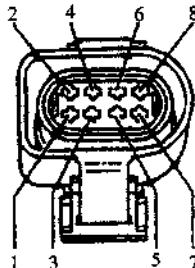

图 2.10 节气门控制部件的八针插头
① 连接故障诊断仪 V.A.G1551，打开点火开关，然后用“地址码”01 选择发动机电子控制单元。此时，发动机必须怠速运转。这时，显示屏上的显示为：
② 按“0”和“8”键，选定“读取测量数据组”，并按“Q”键来确认。显示屏上的显示为：
③ 按“0”、“9”和“8”键，选定“分组编号 98”，并按“Q”键确认。显示屏上显示为：
④ 检查显示区域 3 中的运行状态显示，显示为“怠速”。慢慢打开节气门，在怠速运转后达到一个极限点。如果节气门进一步打开，显示必须跳到部分负荷，显示为“部分负荷”。如果没有显示怠速，故障原因是怠速开关与接地线短路；如果没有显示部分负荷，故障原因是怠速开关与正极断路或短路。
⑤ 显示“部分负荷”后，继续进行以下检查。如图 2.10 所示，拔下节气门控制部件的八针插头。用测试辅助导线 V.A.G1594 将插头的触点 3 和 7 跨接，并观察显示屏上的插头
④ 检查显示区域3中，冷却液温度是否超过85℃，冷却液温度达到要求后，转换到“显示组98”。
⑤ 按“C”键，显示屏上的显示与第②步的相同。按“0”、“9”和“8”键，选定“显示组 98”，并按“Q”键确认，显示屏上的显示与第③步的相同。
⑥ 检查显示区域 2 中节气门位置调节器的电压，允许值为 0.5V~4.9V。如果电压达不到允许值，按“→”键，再按“0”和“6”键，选定“结束输出”功能，并按“Q”键确认。关闭点火开关，拔下节气门控制部件的八针插头，测量触点 1 和 2 之间（见图 2.10）的节气门位置调节器的电阻，允许值为 3Ω~200Ω。如果电阻达不到允许值，检查节气门控制部件的供电电压和到控制单元的导线。当电压和导线正常时，应更换节气门控制部件。